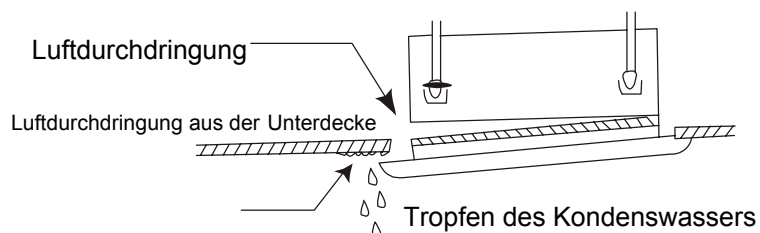

Abb. 5
1. Die unrichtige Verschraubung kann zu Schwierigkeiten führen, wie es die Abbildung 5 zeigt.